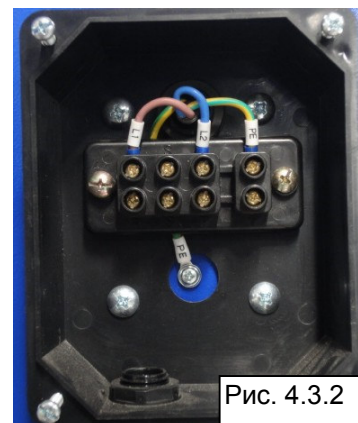

Рис. 4.3.2
1. Откройте электрическую коробку (Рис. 4.3.2), чтобы подключить кабели как показано на рисунке.
Он должен вращаться в том же направлении, что и подача панели. Если это не так, поменяйте местами две из трех фаз (L1, L2, L3 380/3) (Рис. 4.3.2)